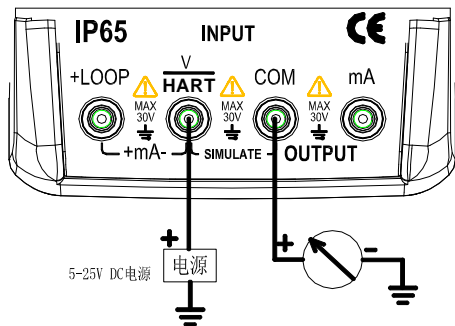

图 5-2
1. 将测试表笔插入仪表输出端 (OUTPUT) 的 ‘XMT’ 插孔内，另一端与用户仪表的输入相连，如图 5-2 所示：